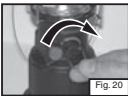

Fig. 20
- Turn FUEL VALVE OFF. (Fig. 20)